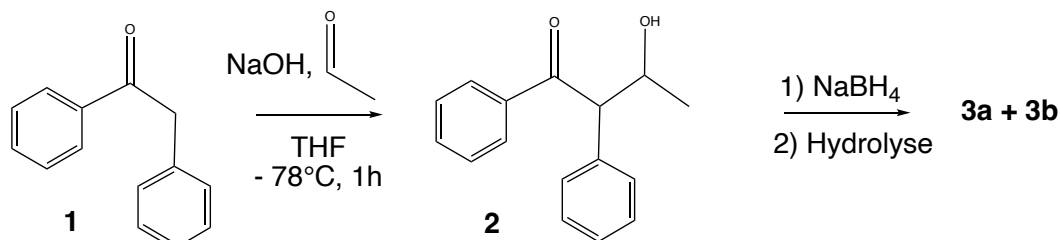

Figure 2 : schéma réactionnel des deux premières étapes de synthèse du Tamoxifène.
I. Shiina *et al*¹ ont proposé une voie de synthèse linéaire du Tamoxifène, dont les premières étapes sont décrites Figure 2.